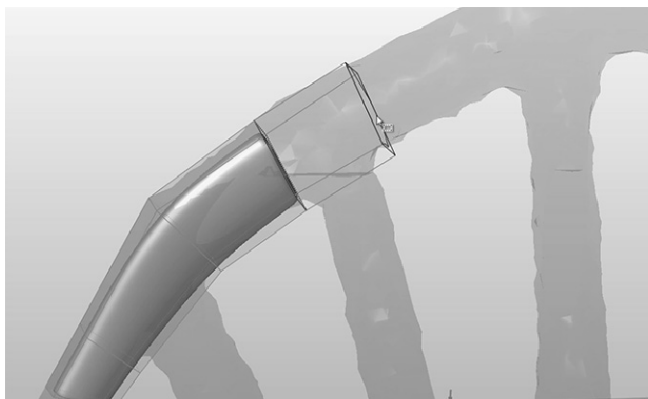

图 15-6
4) 继续用鼠标左键沿优化后形状的顶拱单击，从而进行包覆，如图 15-6 所示。在顶拱中突出的支柱的每个侧面上放置一个剖面。